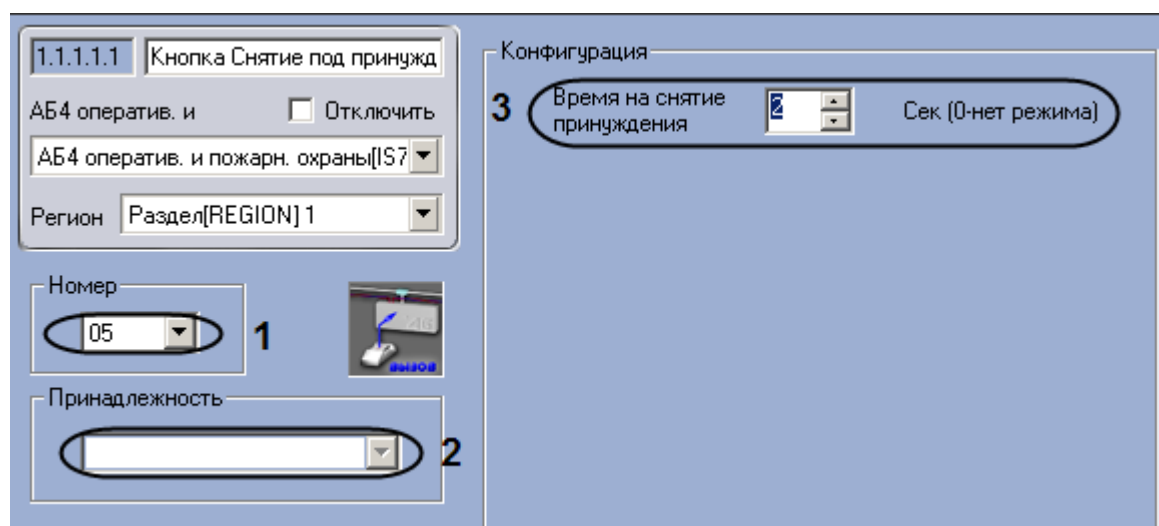

Рис. 3.7—8. Настройка кнопки "Снятие под принуждением"
2. Из раскрывающегося списка **Номер** выбрать аппаратный адрес кнопки «Снятие под принуждением» (см. Рис. 3.7—8, 1).
3. Из раскрывающегося списка **Принадлежность** выбрать объект **Зона охраны**, к которому относится данная кнопка (см. Рис. 3.7—8, 2).